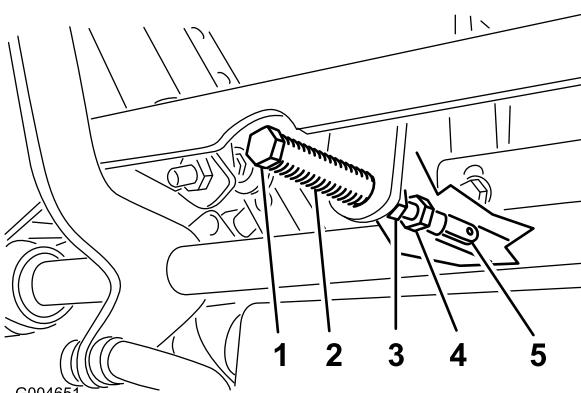

Figure 72
5. Tirez-le ensuite en arrière jusqu'à ce que l'axe de chape (situé sur un bras au-dessus de l'axe de pivot) touche l'extrémité de l'encoche (c.-à-d. commence juste à appuyer sur le ressort), comme montré à la Figure 72.
10. Serrez les écrous de blocage contre les rotules (Figure 72).